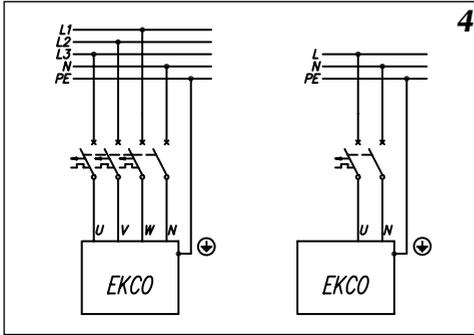

Abb. 4 Elektroanschluss
5. Den elektrischen Heizkessel an das Stromnetz anschließen (Abb. 4).